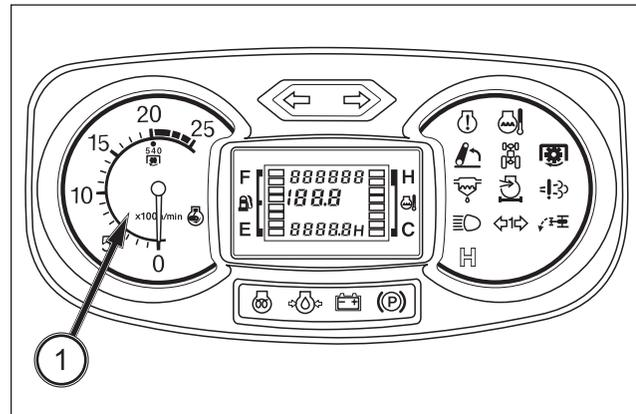

FIG. 39
**FIG. 39 :** Le compte-tours (1) indique le régime moteur en tours par minute (tr/min) du vilebrequin. L'index montre aussi la vitesse de la prise de force arrière de 540 tr/min env. pour 2 000 tr/min du moteur.